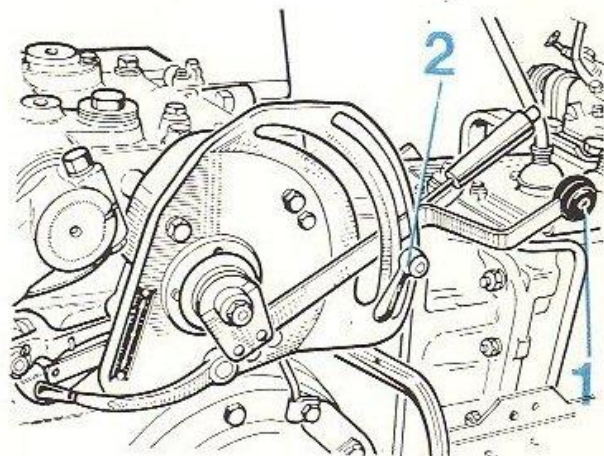

FIG. 6
— Fixation de la profondeur de travail par la butée (2) fig. 6. Ne pas oublier qu'il est toujours préférable pour, à l'attaque d'une nouvelle raie, retrouver rapidement la profondeur de travail que l'on s'est fixée, d'abaisser le levier de commande (1) fig. 6 jusqu'en bas du secteur, en le déplaçant latéralement au passage de la butée, pour le ramener ensuite sous cette dernière. On profite ainsi au maximum du poids de l'outil ce qui ne manque pas de faciliter la pénétration.